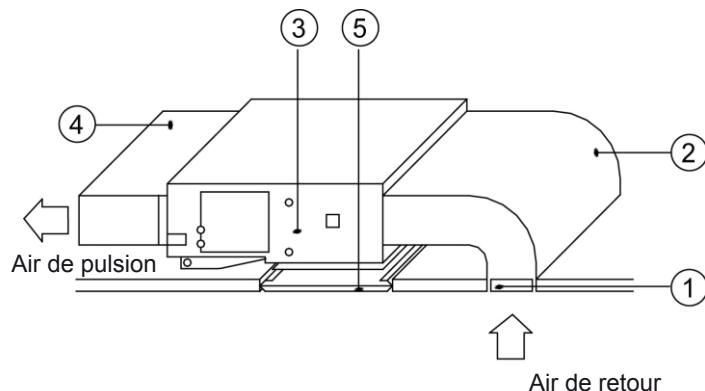

Fig 4.4.5
(2) Il est possible de choisir la méthode d'installation en tenant compte de l'état du bâtiment, de l'entretien, etc., comme indiqué dans la Fig. 4.4.5.